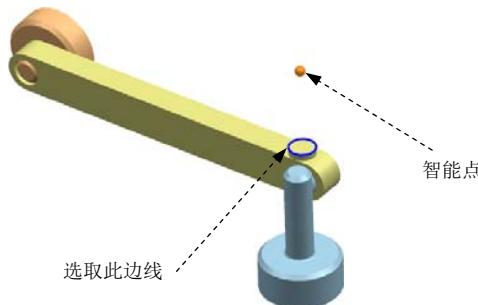

图 8.4.4 机构模型
- (1) 选择命令。选择下拉菜单 **插入(S)** → **智能点(M)...** 命令，系统弹出“点”对话框。
- (2) 选择参考。在 **类型** 下拉列表中选择“圆弧中心” 选项，在模型中选取图 8.4.4 所示的圆弧为原点参考。
- (3) 定义偏置参数。在 **偏置选项** 下拉列表中选择 **直角坐标系** 选项，然后在 **Z 增量** 文本框中输入值 65。
- (4) 单击 **确定** 按钮，完成智能点的创建。
- (1) 选择命令。选择下拉菜单 **插入(S)** → **连接器(W)** → **弹簧(E)...** 命令，系统弹出“弹簧”对话框。
- (2) 定义附着类型。在“弹簧”对话框的 **附着** 下拉列表中选择 **连杆** 选项。
- (3) 定义操作对象。单击“弹簧”对话框 **操作** 区域中的 **\*选择连杆(O)** 按钮，选取连杆 2 为操作连杆；单击 **操作** 区域中的 **指定原点** 按钮，在右侧下拉列表中选取“圆弧中心” 选项，在模型中选取图 8.4.4 所示的边线为参考。